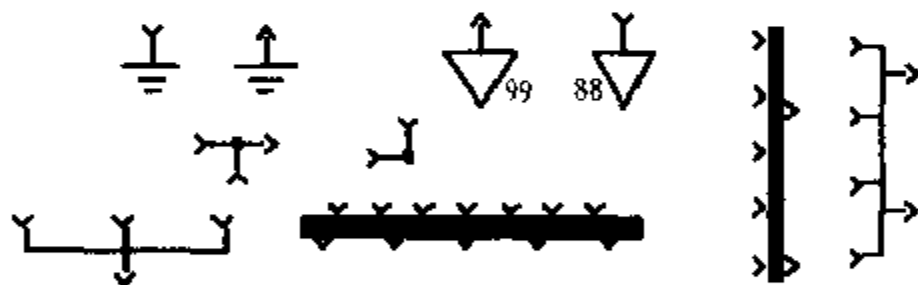

图 6.43 电源系统模块集连接器模块库中的模块
5) 连接器模块库中的模块如图 6.43 所示, 包含有: 接地(输入、输出)两个模块, 局部接地(输入、输出)两个模块, T 型和 L 型连接器两个模块, 多进多出连接器(水平、垂直)两个模块, 多进多出薄连接器(水平、垂直)两个模块。